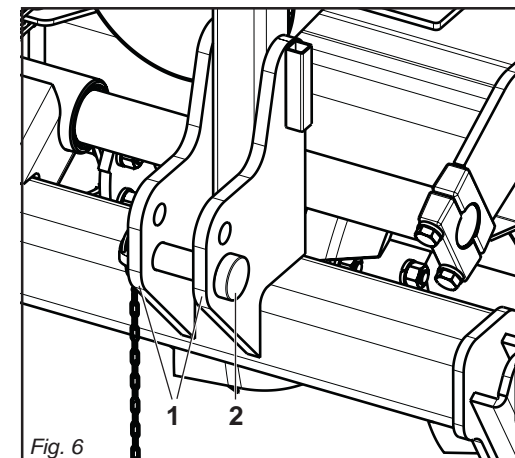

Fig. 6
la posizione più favorevole della macchina da applicare, inserendo i perni (2 Fig. 6) nei fori delle piastre a seconda e del giusto diametro.
- 1 - Accostare le barre del sollevatore ponendole all'interno delle piastre (1 Fig. 6), inserire il perno (2 Fig. 6) nel foro predisposto e bloccare con le copiglie a scatto.
favorable position for the machine according to the model in question. This is done by inserting the pins (2 Fig. 6) suitable plate holes.
- 1 - *Near the lift bars, setting them in plates (1 Fig. 6). Insert the pin (2 Fig. 6) into the relative hole and lock in place with the snap-in split pins.*
bestimmten Durchmesser haben, ist es für jedes Modell erforderlich, sie günstigste Anbauposition der Maschine festzulegen, indem man die Bolzen (2 Abb. 6) in die Löcher der Platten steckt, die je nach Bedarf und dem richtigen Durchmesser in Frage kommen. Der Hersteller haftet nicht für Schaden am Schlepper.
- 1 - Die Lenker des Krafthebers annähern und in die am besten geeigneten Platten schieben (1 Abb. 6). Den Bolzen (2 Abb. 6) in das Loch stecken und mit dem einrastenden Splint blockieren.
faudra donc déterminer la position plus favorable de la machine à monter, en mettant les axes (2 Fig. 6) dans les trous des suivant du diamètre convenable. Notre société décline toute responsabilité en cas de dommages au tracteur.
- 1 - *Approchez les barres du relevage en les plaçant à l'intérieur des plaques les (1 Fig. 6), introduisez l'axe (2 Fig. 6) dans le trou correspondant et bloquez par les goupilles à encastrement.*